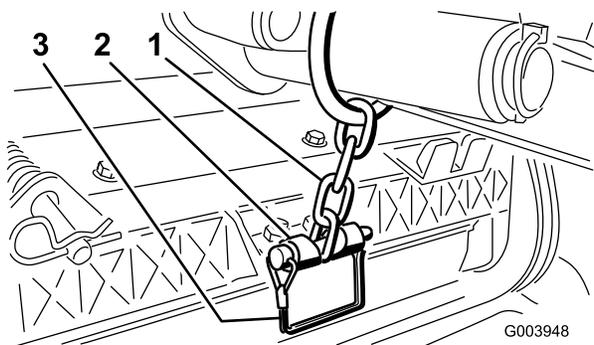

Figure 13
12. Fixez la chaîne du bras de relevage au support de la chaîne avec la goupille à fermoir (Figure 13). Utilisez le nombre de maillons mentionné dans le *Manuel de l'utilisateur* du tablier de coupe.